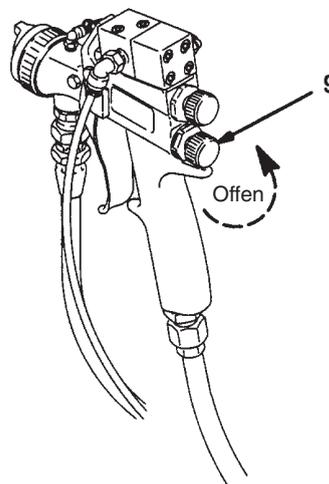

Fig. 7
- A. Ausgehend von der Position "Vollkommen geschlossen" den Materialregelknopf (9) vier volle Umdrehungen gegen den Uhrzeigersinn drehen. Siehe Abb. 7.